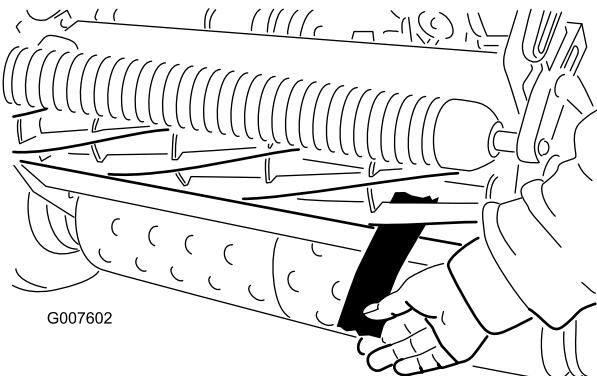

Figura 40
- En cada extremo del molinete, desde delante, inserte una tira larga de papel de periódico entre el molinete y la contracuchilla (Figura 40). Gire el molinete lentamente hacia adelante, y al mismo tiempo gire en el sentido de las agujas del reloj el tornillo de ajuste de la barra de asiento (en el mismo extremo del molinete), un clic a la vez, hasta que el papel quede ligeramente aprisionado cuando se inserta desde delante, paralelo a la contracuchilla, produciendo una ligera resistencia al tirar del papel (Figura 39)
- Cuando termine el ajuste, compruebe si el molinete 'pellizca' un papel cuando se inserta desde delante, y si corta el papel cuando se inserta en ángulo recto respecto a la contracuchilla (Figura 40). Debe ser posible cortar el papel con un contacto mínimo entre la contracuchilla y las cuchillas del molinete. Si se nota una resistencia excesiva en el molinete (más de 7 pulgadas-libra (0,79 Nm)), será necesario afilar o amolar la unidad de corte para conseguir los filos necesarios para un corte de precisión (consulte el manual de afilado de molinetes de Toro).